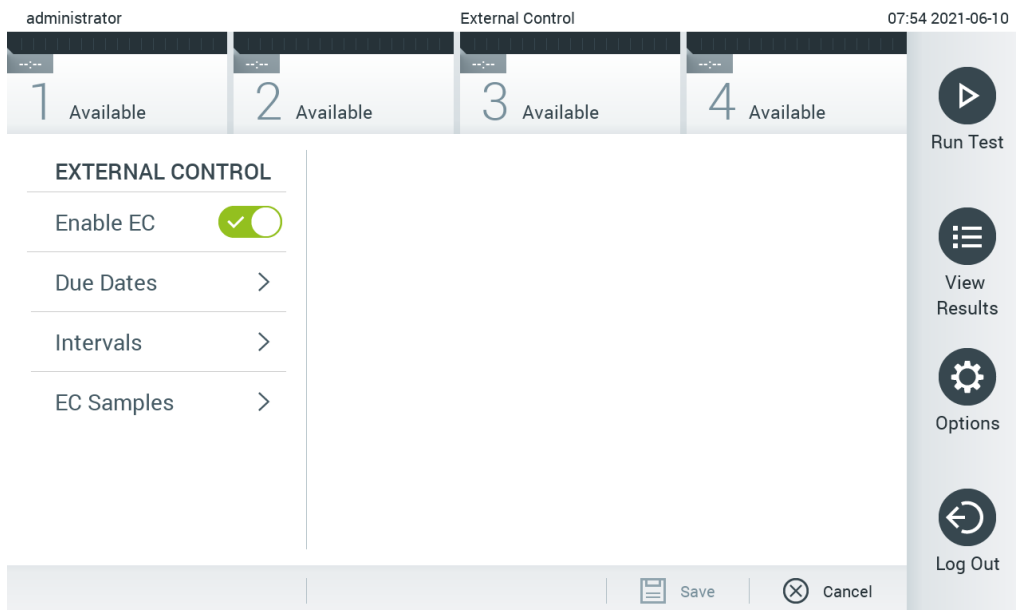

図 50.External Control (外部コントロール) 画面。
2. **Enable EC** (ECの有効化) トグルボタンを押して、機能を有効にします (図 50)。